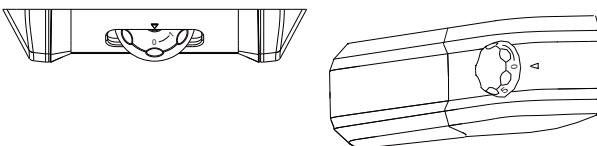

Fig.13
- 1) Tourner le bouton sur la position "0". (fig.13)